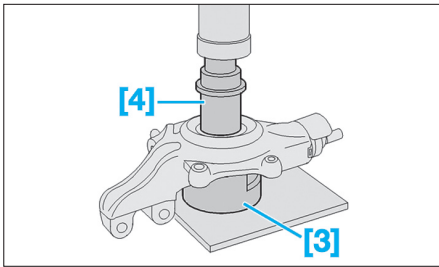

Fig. 35
- Extraire la cage intérieure (2) du roulement à l'aide de l'extracteur.
- Repositionner la cage intérieure (2) dans son logement.
- Mettre en contact l'outil [4] avec la cage du roulement (Fig.35).